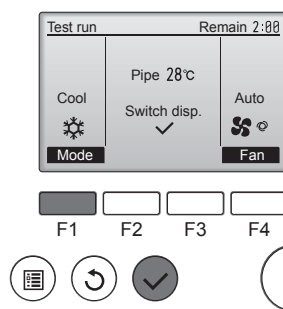

Fig. 5-5
- Кнопкой **F1** выберите режим работы "Cool" (Охлаждение) или "Heat" (Нагревание). (Fig. 5-5)